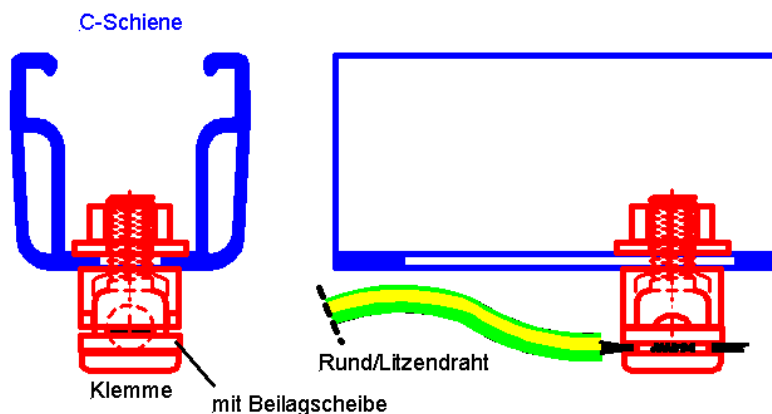

Abbildung 66: Anbindung des Montagesystems an die Erdung mittels novotegra-Erdungsverbinder
- Erdungsrunddraht mit 8-10 mm Durchmesser (bzw. in der Schweiz 6-10mm Durchmesser). Der Anschluss an die C-Schiene erfordert ein Anzugsmoment von 20 Nm (**Abbildung 66** oben). ODER
- Erdungsleitung mit mindestens 16 mm2 (blitzstromtragfähig, Kupfer, nicht feindrätig) angeschlossen, (**Abbildung 66** unten). Anzugsmoment 10 Nm
Kann dieser Trennungsabstand "s" zu den Blitzfang- und Ableiteinrichtungen (Maschen) nicht eingehalten werden, so muss der PV-Generator auf kürzestem Weg mittels Erdungsverbindern an den äußeren Blitzschutz angeschlossen werden. Dabei reicht es aus, jeweils eine der beiden Schienen jeder einzelnen Modulreihe anzuschließen. Dies geschieht mit einem Erdungsrunddraht von 8-10 mm Durchmesser (für die Schweiz gelten 6-10 mm Durchmesser) sowie mit den passenden Abzweigklemmen vom Blitzschutzsystem aus (ebenfalls bauseitig erforderlich). Anbringung des Erdungsverbinders an der C-Schiene wie in Abbildung 66 oben) beschrieben mit einem Anzugsmoment von 20 Nm.